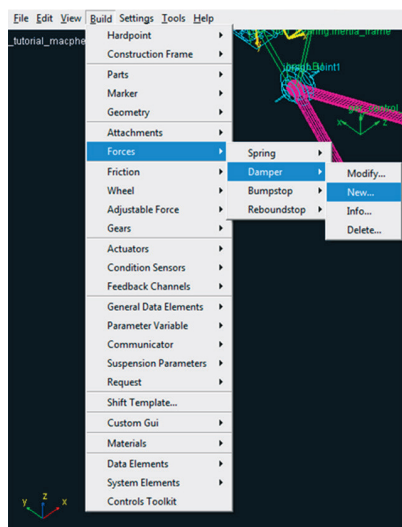

Figura 4.68 – Definição do amortecedor da suspensão.
- Acesse o menu *Build* → *Forces* → *Damper* → *New* (Figura 4.68).